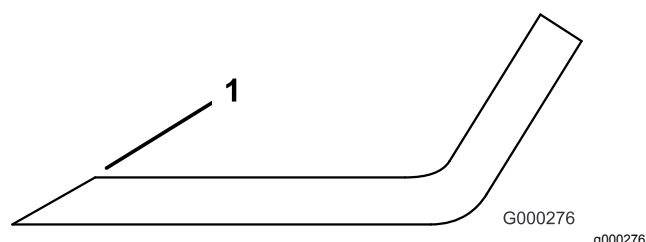

Figure 146
4. Affûtez-les s'ils sont émoussés ou ébréchés (Figure 146).